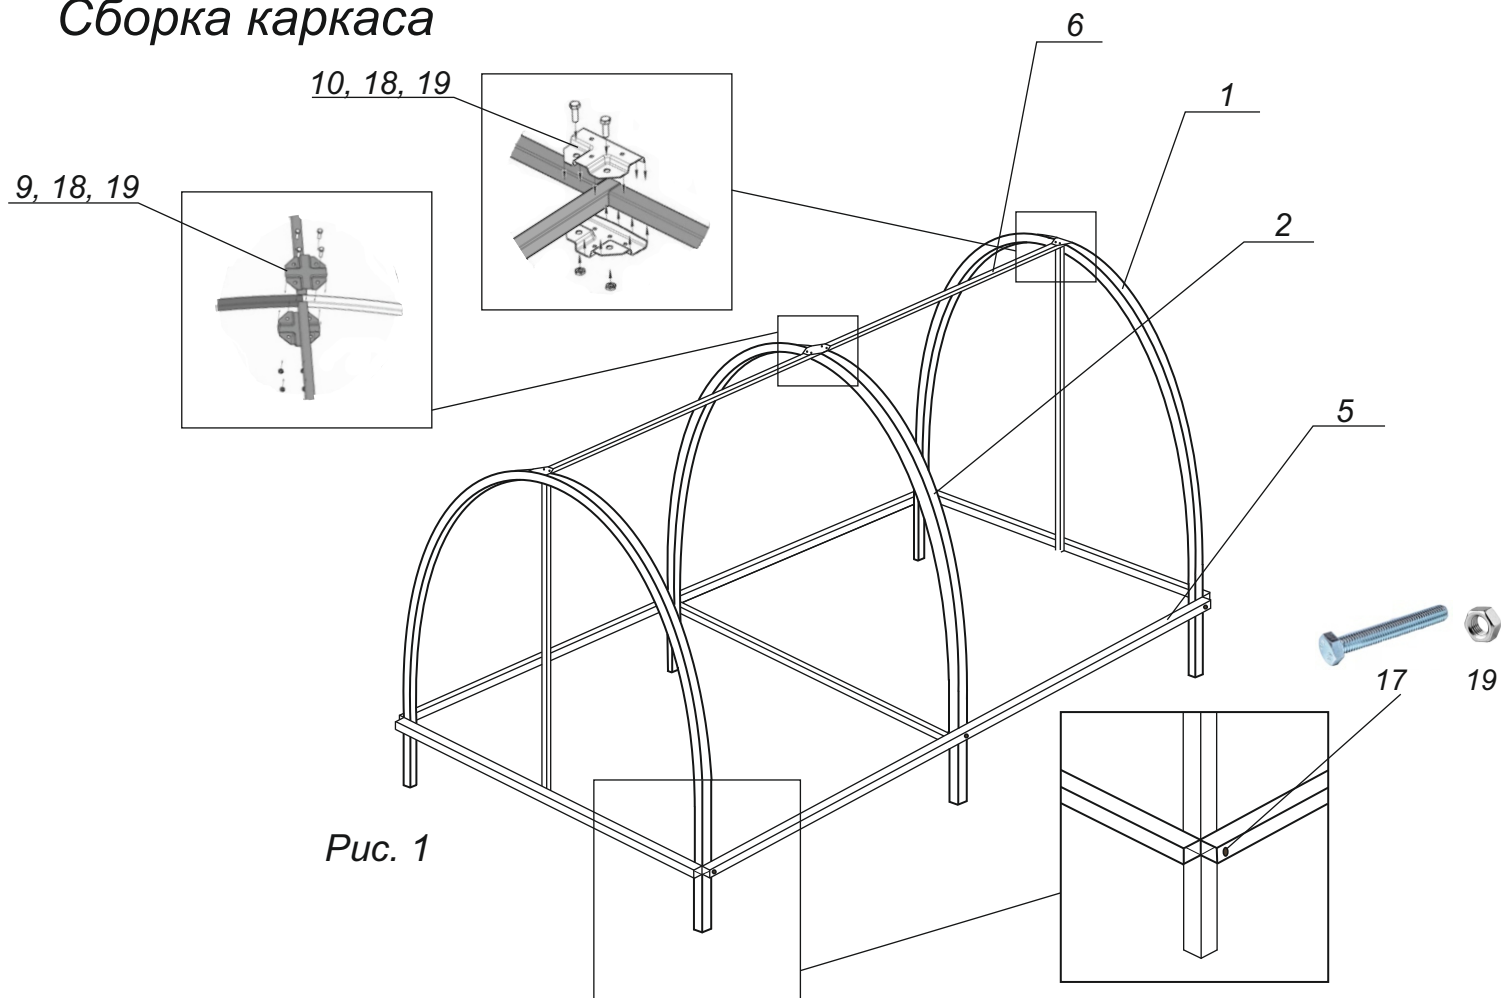

Рис. 1
2. Закрепить верхние стрингеры 1 м. (поз. 6) в верхней части каркаса, используя крепление типа «краб» (поз. 9, 10), болт М6х 25 (поз. 18) и гайку М6 (поз. 19), как показано на рис. 1.